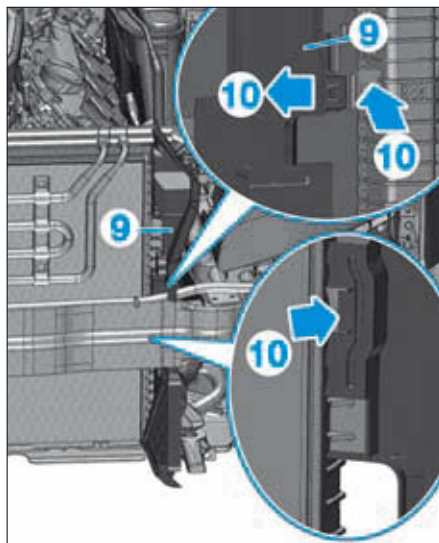

FIG. 49
- Dégrafer les diffuseurs en (9) et les basculer vers le centre du véhicule en (10) (Fig.49).